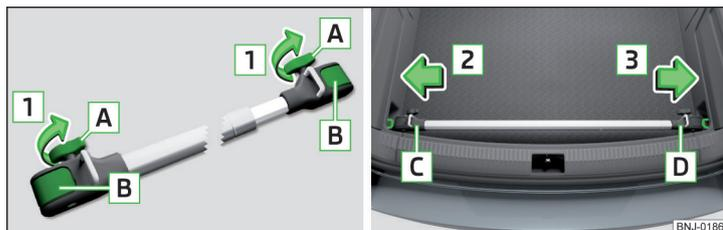

Fig. 110 Pose d'une barre transversale : Dévissez les vis et déverrouillez les fixations / posez la barre transversale sur les œillets d'ancrage
- Dévissez complètement les vis [A] » fig. 110 dans le sens de la flèche [1] et enlever-les partiellement.